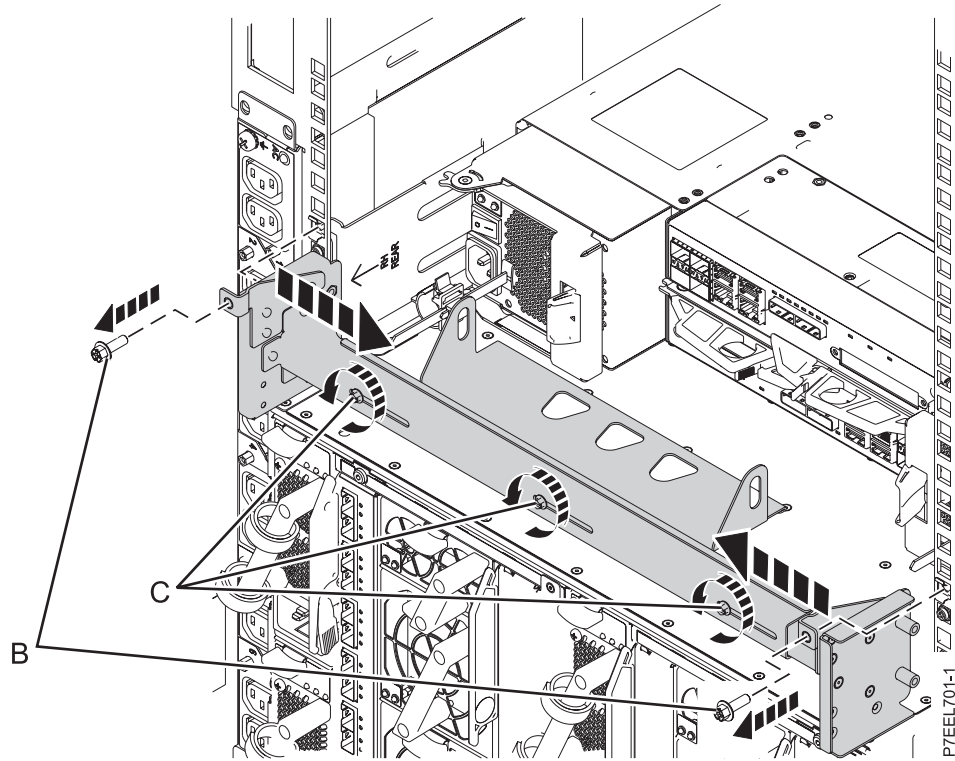

Figure 6. Retirez les vis qui fixent le support à l'armoire et desserrez les trois vis de serrage
2. Retirez les deux vis (B) qui maintiennent le support à l'armoire. Voir figure 6, à la page 8.
3. Desserrez les trois vis de serrage (C) du support de transport.